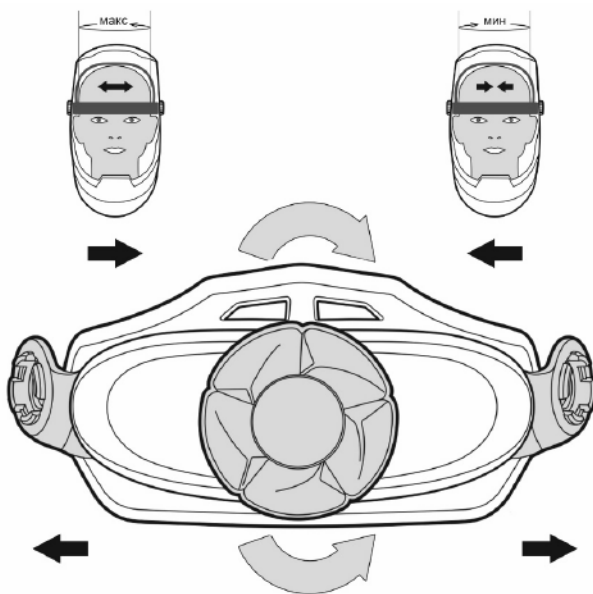

Рис. 8.3. Горизонтальная регулировка.
**Горизонтальная регулировка по обхвату головы** (см. рис. 8.3): нажмите на регулятор и поворачивайте рукоять по часовой стрелке, чтобы уменьшить размер наголовника, и против часовой стрелки, чтобы увеличить.